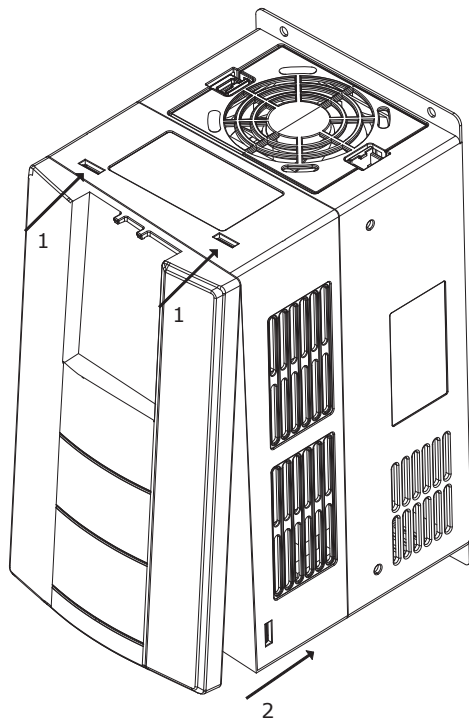

Рисунок 2.8 – Установка крышки
2.2.11.2 Установка крышки ПЧ моделей OptiCore A300-30K-H22K-380-0-T и ПЧ меньшей мощности производится в следующей последовательности (см. рисунок 2.8):